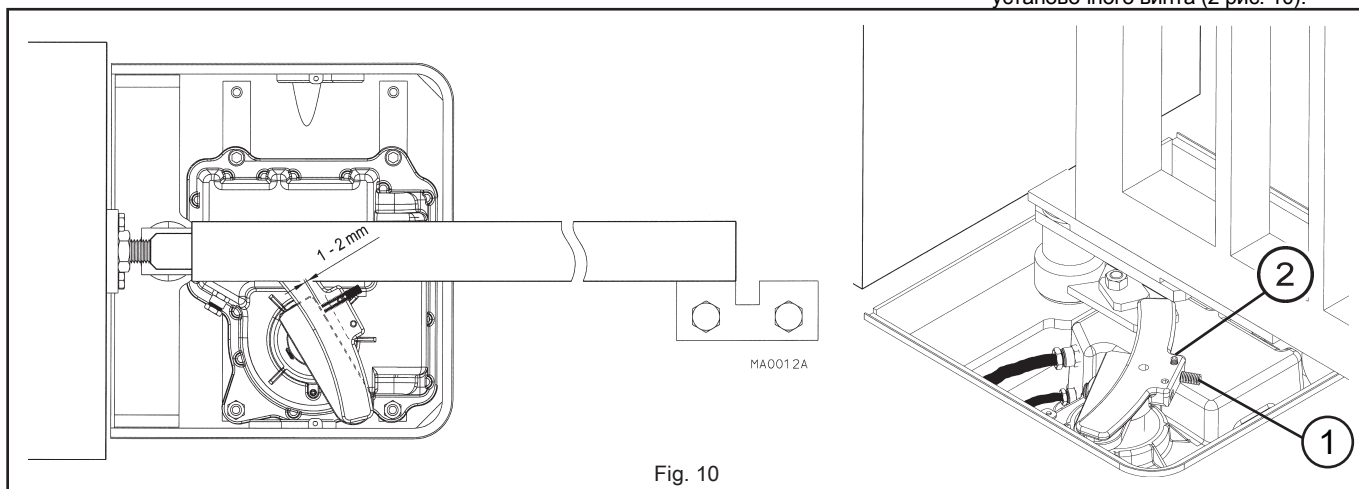

Fig. 10
- Avvitare il grano (1 fig. 10) sulla biella di collegamento fino a farlo sporgere dall'altro lato.
- Regolare il grano in modo che, quando l'anta va ad appoggiarsi alla battuta esterna di arresto meccanico in chiusura, ci siano circa 2 mm di luce tra il grano e la leva motore (fig.10).
- Una volta definita la posizione bloccare il grano finecorsa mediante un secondo grano più corto (2 fig. 10).
- Screw the dowel (1 fig. 10) on to the connection rod until it protrudes on the other side.
- Adjust the dowel so that, when the door rests on the outer edge of the mechanical stop on closure, there are approximately 2mm between the dowel and the motor lever (Fig. 10).
- Once the position has been defined, block the limit switch dowel using a second, shorter dowel. (2 fig. 10).
- Отвинтить установочный винт (1 рис. 10) на соединительном рычаге до тех пор, пока он не появится с другой стороны.
- Отрегулировать установочный винт таким образом, чтобы при касании створкой наружного отбойника механического стопора закрытия, оставалось бы около 2 мм просвета между установочным винтом и рычагом мотора (рис.10).
- После определения положения, завинтить установочный винт концевика с помощью другого более короткого установочного винта (2 рис. 10).